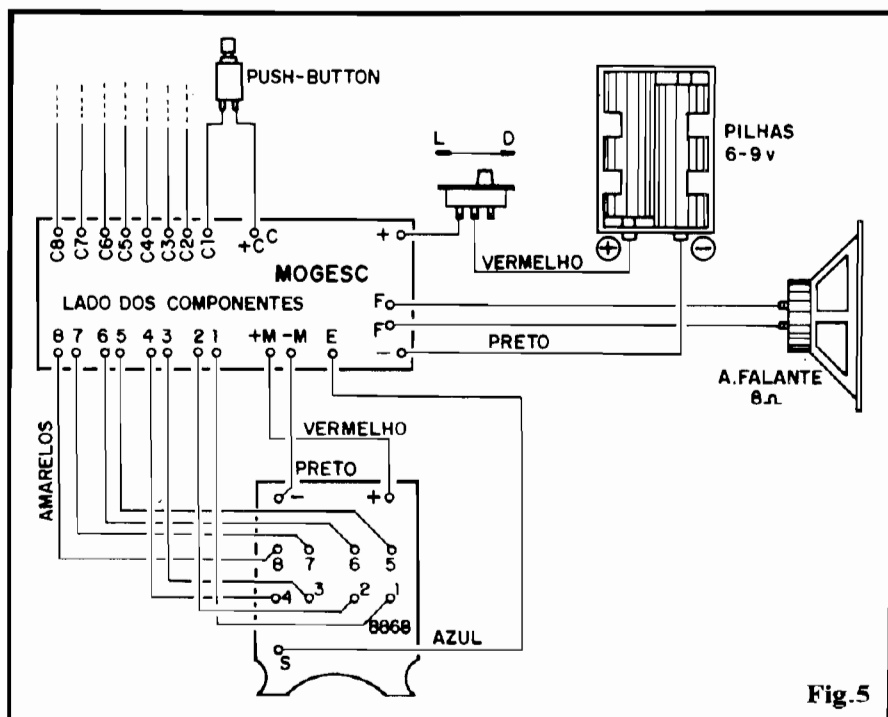

Fig.5
- FIG. 5 - INTER-CONEXÃO DAS PLACAS/MÓDULOS E LIGAÇÕES EXTERNAS - É aqui que “a porca torce o rabo”... Qualquer “cagadinha”, por menor que seja, “danará” tudo! ATENÇÃO, calma e cuidado, portanto... Notar, inicialmente, que ambas as placas/módulos são vistas pelo lado **não cobreado**. ATENÇÃO a **todas** as codificações (cores, números, posições, códigos, etc.) dos fios, já que qualquer erro ou inversão poderá causar danos definitivos aos componentes. Para simplificar o visual, apenas **um** dos comandos é mostrado totalmente, com o respectivo **push-button** ligado aos pontos “+C” e “C1” da placa de apoio. Na realidade, **cada um** dos pontos, de C1 a C8, deve receber idêntica ligação (via **push-button**)